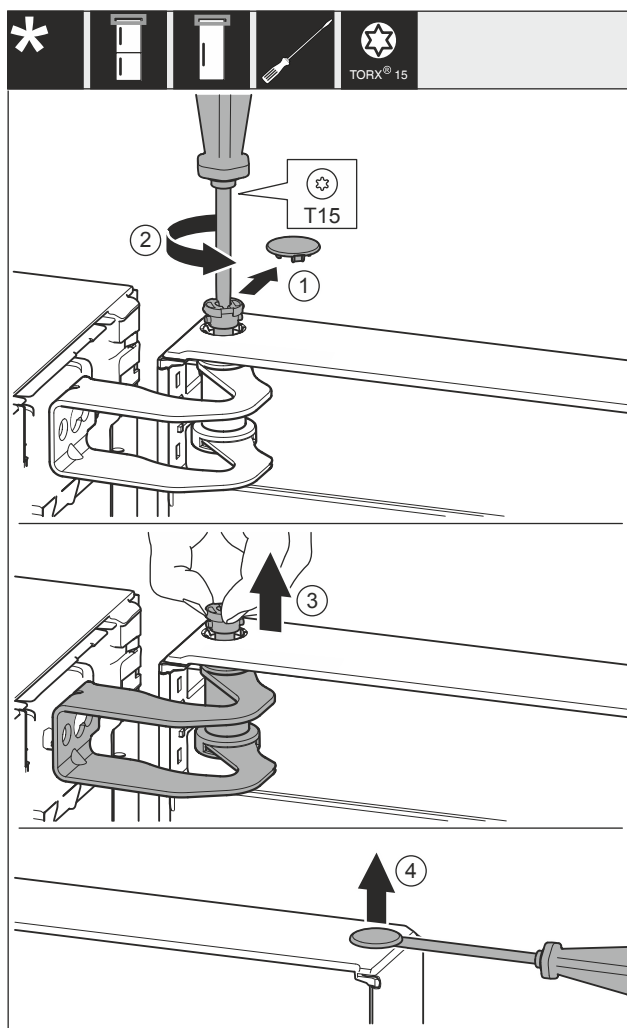

Fig. 29
- Retirer le couvercle Fig. 29 (1) avec prudence.
- Dévisser légèrement l'axe Fig. 29 (2) avec un tournevis.
- Retirer l'axe Fig. 29 (3) avec les doigts.
- Soulever et retirer le couvercle Fig. 29 (4) au moyen d'un tournevis, avec prudence.